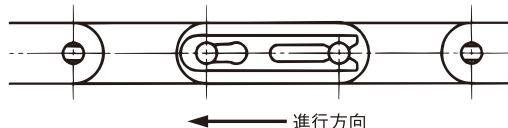

図21.クリップの取付け方向
- 3) クリップの取付け方向は、一般にチェーンの進行方向に対して下図のようになります（図21）